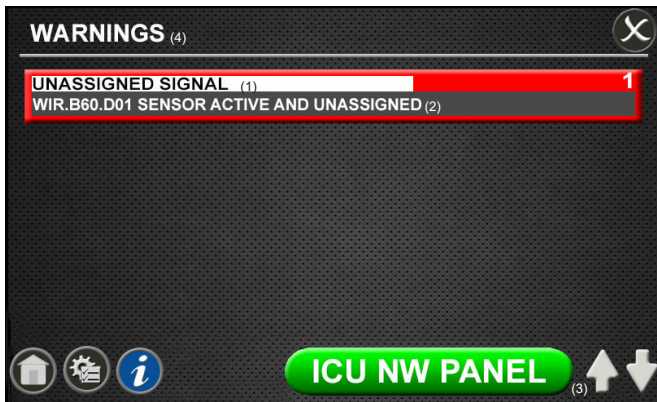

Figura 22: Pestaña de avisos
Introduzca la contraseña predeterminada (121212) y toque el botón Enter (Intro). Se le pedirá que cambie la contraseña en caso de no haberlo hecho anteriormente (figura 22).
1. Toque el botón [A] situado en la parte izquierda de la pantalla de configuración (figura 22).